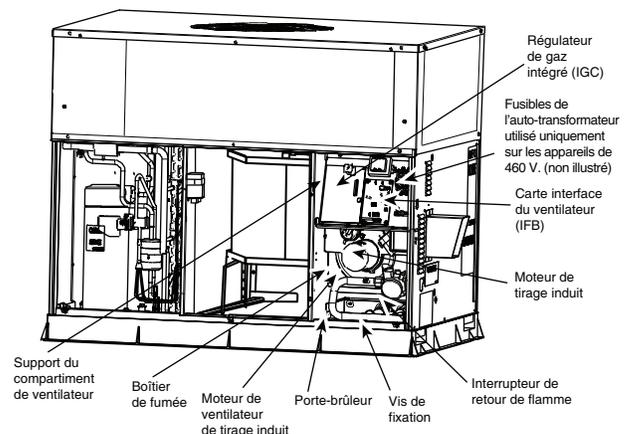
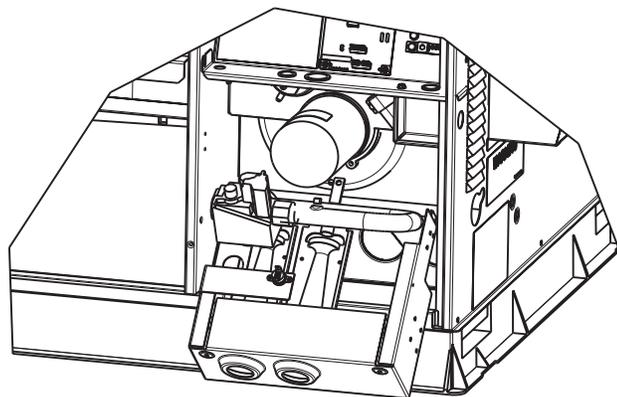

Fig. 21 – Compartiment de ventilateur et boîtier de fumée
Fig. 24 – Porte-brûleur déposé
3. Faites glisser l'ensemble hors de l'appareil. (Consultez la Fig. 24.) Nettoyez la roue de ventilateur. Si un nettoyage plus poussé est requis, observez les étapes 4 et 5.
2. Retirez les 11 vis fixant le couvercle du boîtier de fumée (consultez la Fig. 21) à l'échangeur thermique. Inspectez les échangeurs thermiques.
5. Enlevez le support du compartiment de ventilateur en retirant les 2 vis sur le côté gauche du compartiment de commande sur le panneau du compartiment de ventilateur. Faites glisser la partie inférieure du support vers l'avant pour le retirer. (Consultez la Fig. 21.)
7. Retirez la vis fixant le porte-brûleur à la base de l'appareil (consultez la Fig. 21).
8. Sortez partiellement le porte-brûleur de l'appareil (consultez la Fig. 21 et la Fig. 24). Retirez l'allumeur et débranchez les fils du détecteur du brûleur. Débranchez les fils de l'interrupteur du retour de flamme.
9. Sortez le porte-brûleur de l'appareil (consultez la Fig. 21 et la Fig. 24).